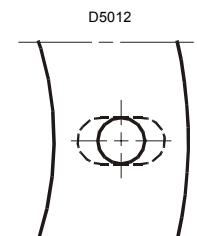

Abb. 4
- Falls erforderlich, die Bohrungen der Isolierdichtung (4, Abb. 4) erweitern.